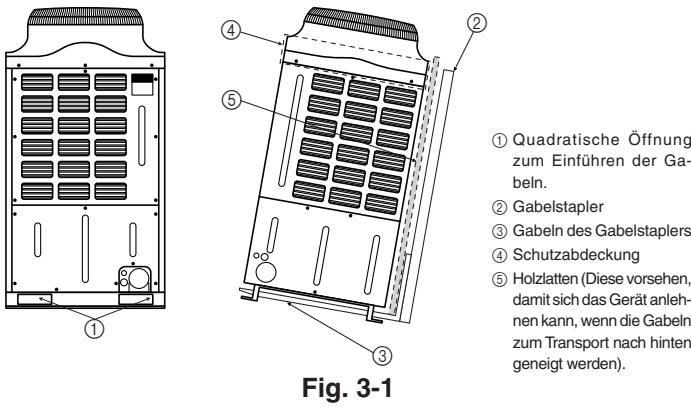

Fig. 3-1
3.1. Transport mittels Gabelstapler (Fig. 3-1)